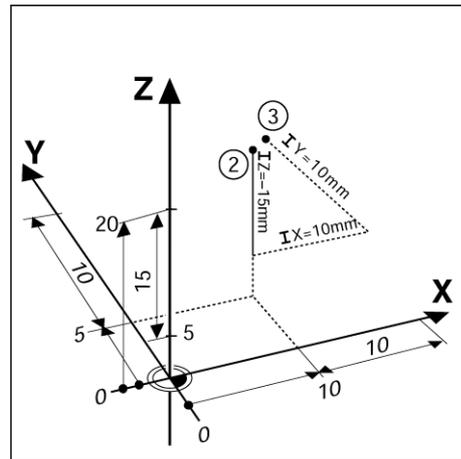

fig. I.7 Positions 2 et 3 comme exemples de „positions pièce incrémentales”
**Exemple:** Coordonnées incrémentales de la position 3 se référant à la position 2. Cf. fig. I.7